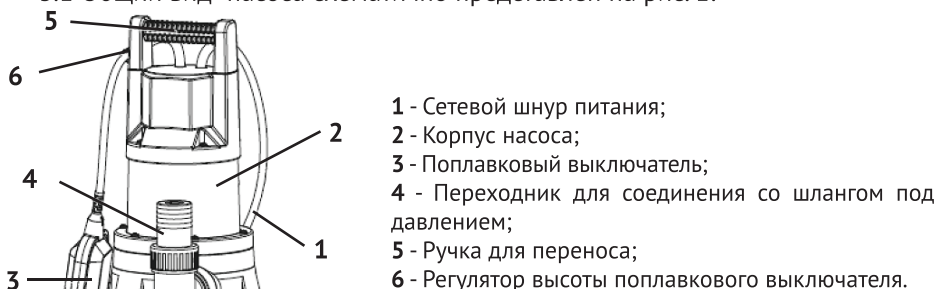

рис. 1
3.1 Общий вид* насоса схематично представлен на рис. 1: